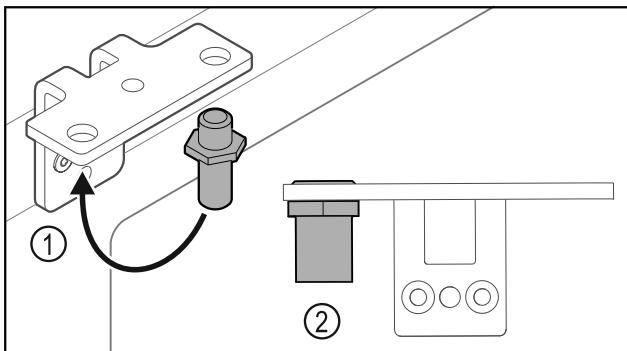

Fig. 35
- Vuelva a colocar los pernos Fig. 35 (1) en el soporte de la bisagra.
- Apriete los pernos Fig. 35 (2) con un **par de 12 Nm**.